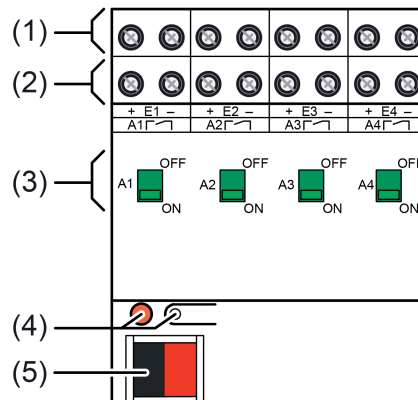

Bild 1: Geräteaufbau
Der Schaltzustand der Relais wird durch die Stellung der Schiebeschalter (3) auf der Gerätevorderseite angezeigt (Bild 1). Die Schiebeschalter dienen gleichzeitig zur manuellen Bedienung der Relaisausgänge. Zur Betätigung ist ein geeignetes Werkzeug zu verwenden (z. B. schmaler Schlitzschraubendreher).